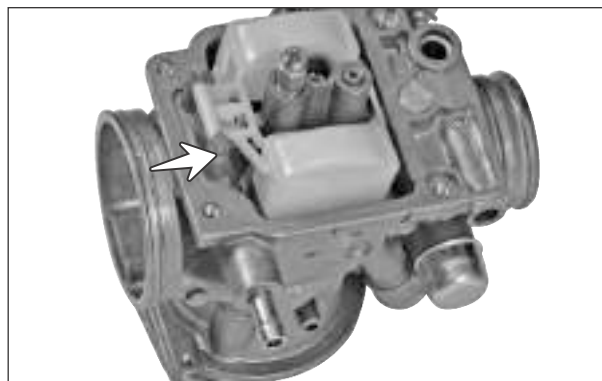

Fig. 4.18
- Retire el flotador alfiler. (Fig. 4.18)